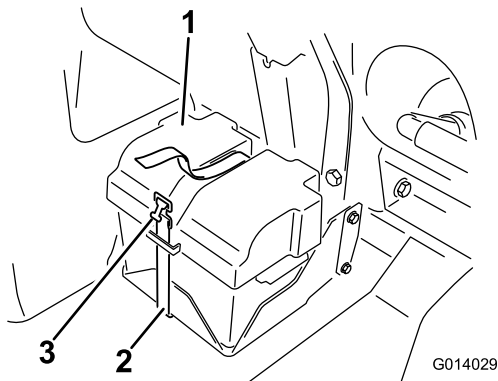

図 16
3. バッテリーについているカバーを外し（図 16）、マイナス・ケーブルを外す。
- 10. バッテリー・カバーを、ストラップでバッテリー・ボックスに固定する (図 16)。